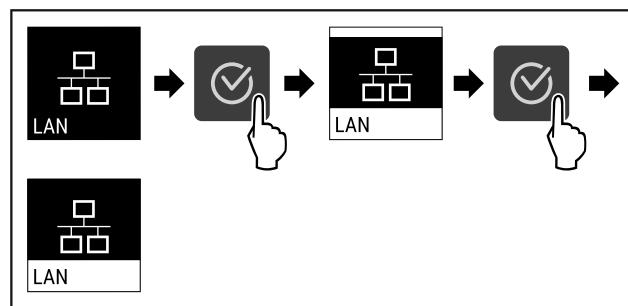

Fig. 92
- Провести етапи операцій (див. Fig. 92).